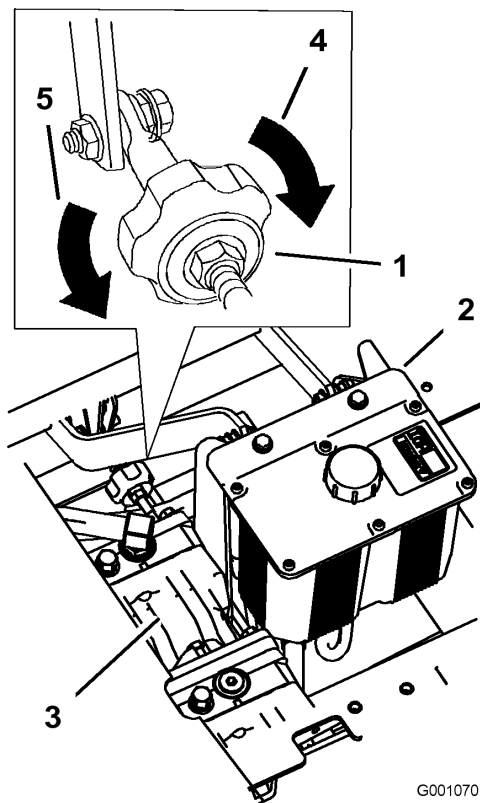

Figura 46
4. Para que la máquina vaya a la derecha, gire el pomo hacia el lado derecho de la máquina. Consulte Figura 46.
5. Para que la máquina vaya a la izquierda, gire el pomo hacia el lado izquierdo de la máquina. Consulte Figura 46.